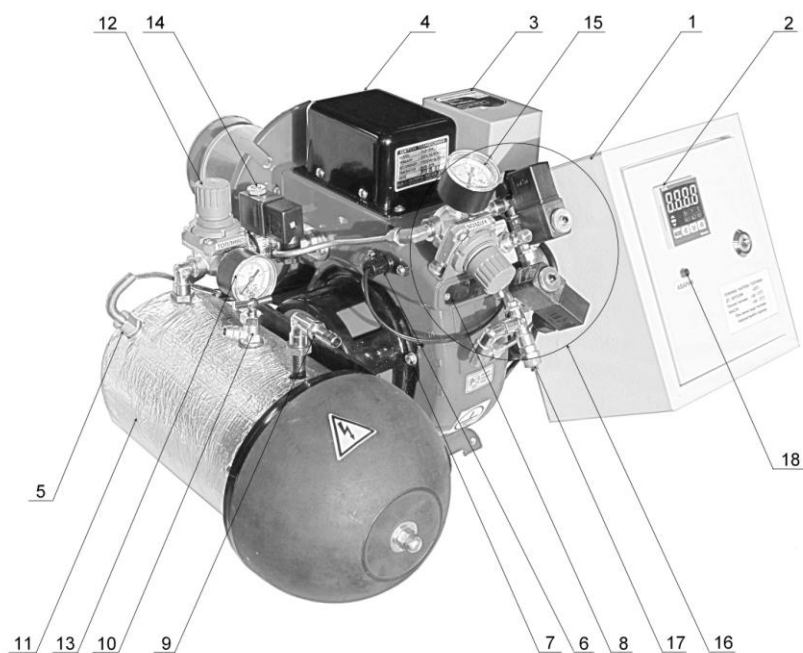
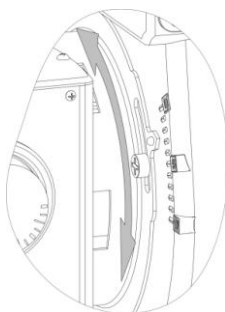
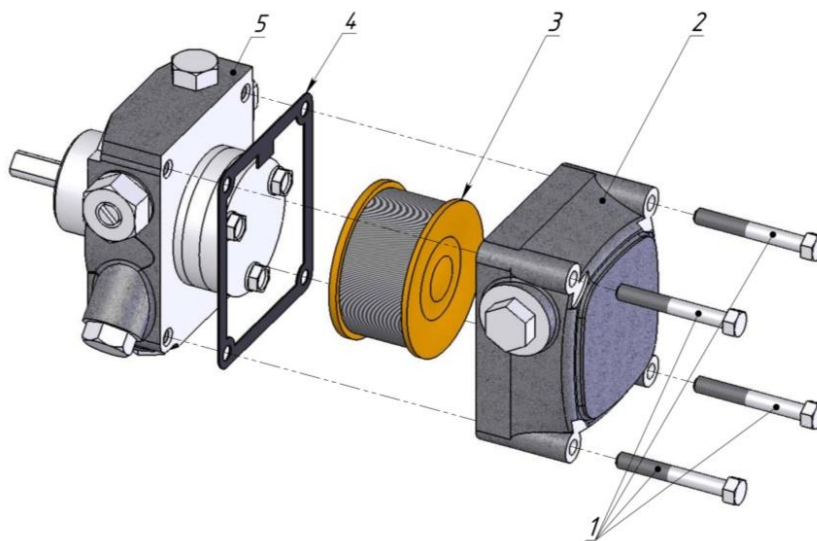
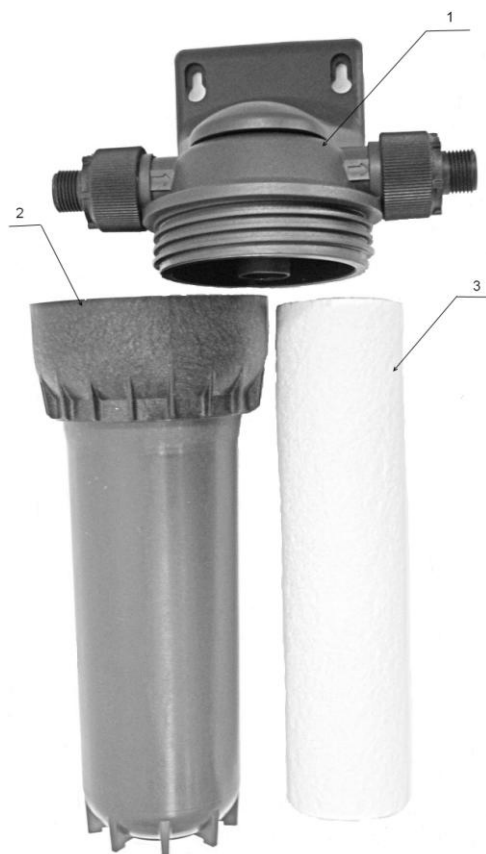

Рис.7. Органы управления и узлы контроля параметров Горелки.
Рис. 12.
Рис. 17. Схема разборки насоса
Рис.18. Фильтр тонкой очистки топлива.
Температурный контроллер используется для точного поддержания оптимальной температуры от  $20$  до  $71^{\circ}\text{C}$  топлива в подогревателе топлива (Рис. 7, поз. 2) и подачи команды запуска Горелки на топочный автомат (AL1) гаснет при достижении температуры масла на  $6^{\circ}\text{C}$  менее заданной.
Регулировка давления топлива для одноступенчатых Горелок осуществляется регулятором давления топлива (Рис. 7, поз. 12). Давление контролируется по манометру (Рис. 7 поз.13). Для Горелки AL-4V давление топлива должно находиться в пределах от 0,05 до 0,25 бар. Для Горелки AL-10V давление топлива должно находиться в пределах от 0,05 до 0,5 бар.
Для регулировки вторичного воздуха (Рис.7 поз.7) для одноступенчатых Горелок установите положение воздушной заслонки в положение от 0 до 10 (Рис. 12)
После того как температура в подогревателе топлива (Рис. 7, поз. 11) стала на 6 °С ниже заданной на температурном контроллере (Рис. 8) выключается AL-1 и подается команда на включение Горелки. На блоке управления Горелкой загорается зеленый индикатор «Сеть» (POWER) и Горелка находится в режиме ожидания, готовая к запуску.
#### 3.4.7 Индикатор АВАРИЯ (Рис.7 поз.18)
При сильном загрязнении котла несгораемыми фракциями , содержащимися в отработанных маслах происходит, увеличение температуры в огневой трубе, что может привести к выходу из строя резинового уплотнения форсунки, подогреваемого топливопровода и фотодатчика. Для предотвращения данной ситуации в огневой трубе установлен температурный датчик, отключающий горелку при достижении температуры 90 С, при этом светится индикатор АВАРИЯ (Рис.7 поз.18) . Для сброса сигнала АВАРИЯ, откройте электрический шкаф горелки и нажмите кнопку АВАРИЯ.
3.5.2. Заполните топливом всасывающий трубопровод, насос, фильтр и топливный бак Горелки. Для чего в комплекте топливного насоса предусмотрен кабель (Рис.14 поз.6) с вилкой прямого питания от сети 220 В, соедините кабель (поз.6) с разъемом топливного насоса (поз.2). На топливном баке Горелки есть кран сброса воздуха (Рис. 7, поз. 10). Подключите топливный насос напрямую к сети 220 В и откройте кран сброса воздуха. Через шланг начнет стекать масло с пузырьками воздуха. Когда воздух будет полностью удален, закройте кран. Питание насоса подключите по постоянной схеме.
***ВНИМАНИЕ! Перед подачей напряжения на Горелку обязательно заполните топливный бак Горелки (Рис.7 поз.11). В противном случае существует опасность выхода из строя ТЭНов топливного бака.***
- следить за давлением топлива манометр (Рис.7 поз. 13), подаваемого на форсунку;
- при падении давления топлива манометре на 0,05 бар (Рис.7 поз.13) проверить состояние фильтра насоса (Рис.17) выполнить очистку фильтра топливного насоса п.4.5.1, произвести замену фильтрующей вставки (Рис.18) фильтра тонкой очистки п.4.5.2;
5. Проверка работы топливного насоса (Рис. 17).
7. Проверка загрязнения фильтра топливного насоса (Рис.17) и фильтра тонкой очистки (Рис.18).
Для выполнения технического обслуживания топливного насоса (Рис. 17) необходимо открутить 4 болта 1, снять крышку насоса 2 и прокладку 4, провести еженедельный регламент работ по очистке фильтра 3.
Для сборки насоса (Рис. 17) необходимо установить прокладку насоса 4 на нагнетательный узел 5, фильтр 3 установить в крышку 2, все смонтировать болтами 1 в соответствующие пазы корпуса насоса.
4.5.2 Обслуживание фильтра тонкой очистки заключается в замене фильтрующих вставок из полипропилена, размер 10'', фильтрующая способность 20 мкм. Для замены отверните колбу фильтра (Рис.18 поз.2), от корпуса фильтра (Рис. 18 поз.1) , замените фильтрующую вставку (Рис.18 поз.3), установите колбу на место.